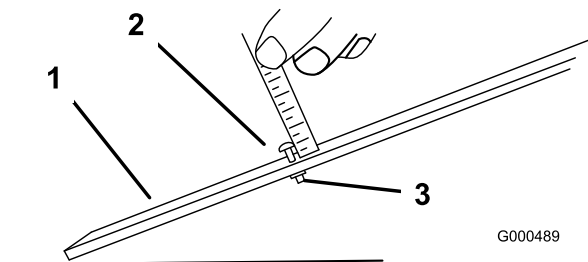

図 47
3. ゲージバー（図 47）のナットをゆるめ、調整ネジを希望の刈り高に合わせる。ネジ頭の下からバーの表面までの距離が刈り高となる。